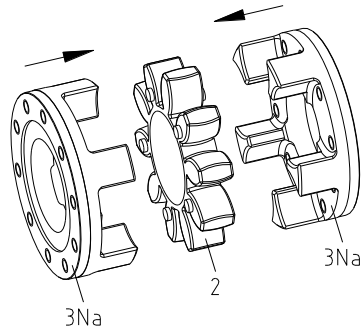

Figura 6
- Encaje la brida de acoplamiento (elemento 3Na) y la estrella (elemento 2) juntas (ver figura 6).